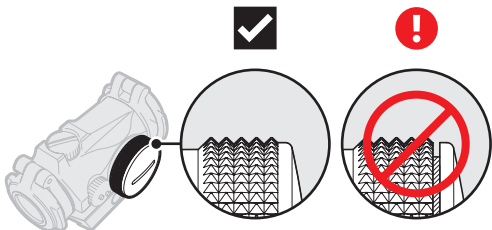

Fig. 1 → 2.1
- a Снимите крышку батарейного отсека (6) с помощью ключа (13В).
- b Установите батарею (7) положительным полюсом (+) к крышке (6), как показано на рисунке 3.
- c Поверните поворотный переключатель (8) в положение яркости 12 (максимальная яркость) и затяните крышку батарейного отсека (6) ключом (13В). При появлении сопротивления продолжайте затягивать крышку (6) до ее остановки.
- d Убедитесь в наличии красной точки и в отсутствии зазора между крышкой (6) и батарейным отсеком. См. рисунок 1.